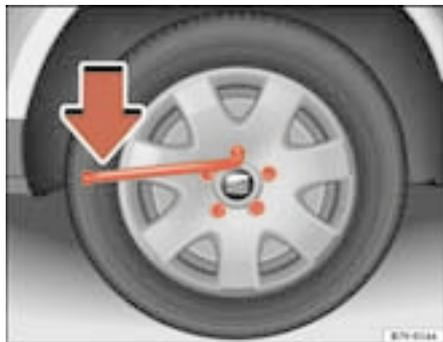

Abb. 159 Radwechsel:
- Schieben Sie den **Radschlüssel** bis zum Anschlag auf die Radschraube ⇒ Abb. 159.